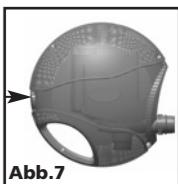

Abb. 7
- 2) An der Rückseite hat der Pumpenkorb eine vorgefertigte Kerbe (Abb. 7), die mit einem geeigneten Schneidewerkzeug ausgeschnitten werden muss